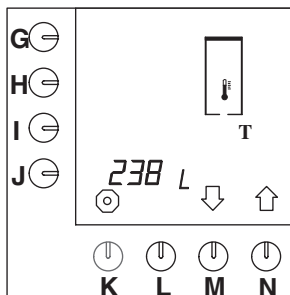

Abb. 49 Gesamtzählwerk für das Heißwassersystem
- Drücken Sie auf die Wahl Taste (N.) ↑, bis Abb.49 im Display erscheint.